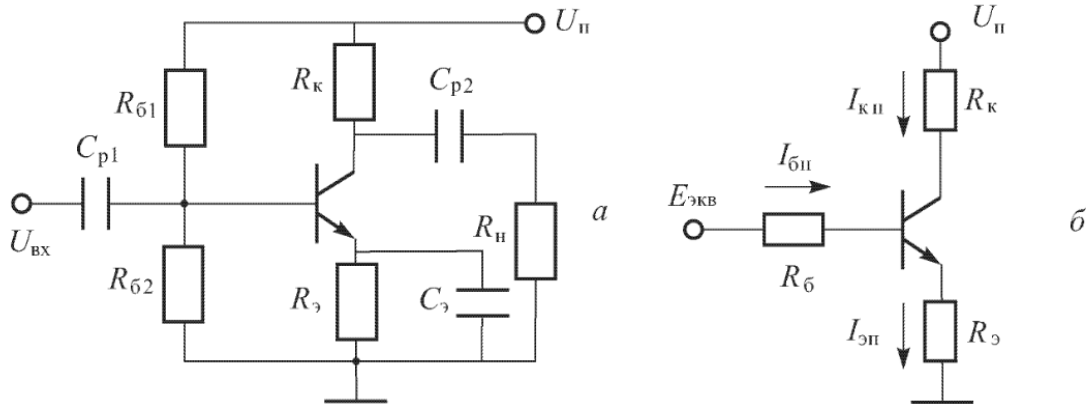

Рисунок 1 – Эквивалентная схема резисторного усилителя
1. Определить точку покоя резисторного усилителя (рисунок 1) на транзисторе КТ 3176 А9, если: $U_n = 10$ В, $R_k = 19,5$ Ом, $R_3 = 0,5$ Ом, $R_{\delta 1} = 385$ Ом, $R_{\delta 2} = 40$ Ом, $h_{21э} = 180$. Характеристики транзистора приведены на рис. П.3. Определить дифференциальный параметр $h_{11э}$ в точке покоя.
2. Определить точку покоя резисторного усилителя (рисунок 1) на транзисторе 2Т 860 А, если: $U_n = 16$ В, $R_k = 9$ Ом, $R_3 = 1$ Ом, $R_{\delta 1} = 650$ Ом, $R_{\delta 2} = 100$ Ом, $h_{21э} = 140$. Характеристики транзистора приведены на рис. П.1. Определить дифференциальный параметр $h_{11э}$ в точке покоя.
3. Определить точку покоя резисторного усилителя (рисунок 1) на транзисторе 2Т860 А, если: $U_n = 24$ В, $R_k = 19$ Ом, $R_3 = 1$ Ом, $R_{61} = 900$ Ом, $R_{62} = 100$ Ом, $h_{21э} = 130$. Характеристики транзистора приведены на рисунке 1. Определить дифференциальный параметр $h_{11э}$ в точке покоя.